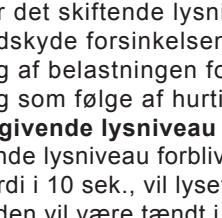

FIG. 3
3.1.2 Vær opmærksom på bevægelsesretningen af den gæende person under testproceduren. Detektoren er mere følsom over for bevægelse tværs igennem detektoren og mindre følsom over for bevægelse direkte mod detektoren med henblik på reduceret detekteringsrækkevidde (Se FIG. 3).